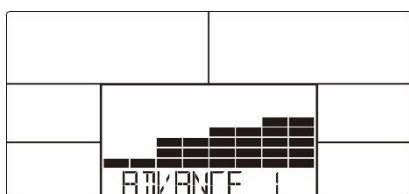

Bild 14
2. Tryck UP eller DOWN för att välja ett av ADVANCE-programmen 1~4 (bild 14) och tryck MODE / ENTER för att bekräfta.